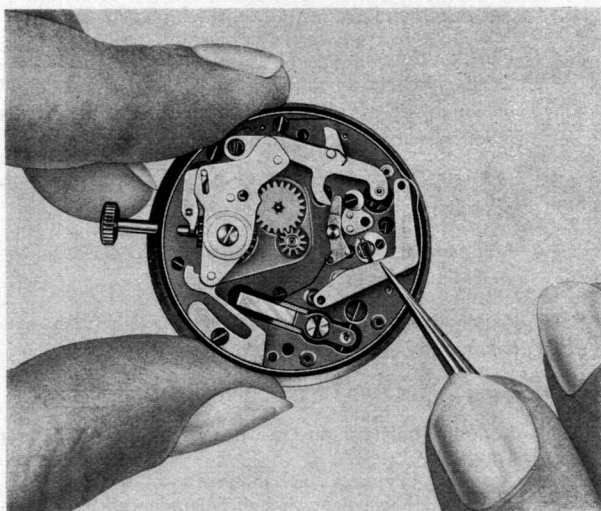

Abb. 7
- 6.1.2 Lösen der unteren Jochschrauben und Abheben des unteren Jochs mit den Arbeitsmagneten, Abb. 7.